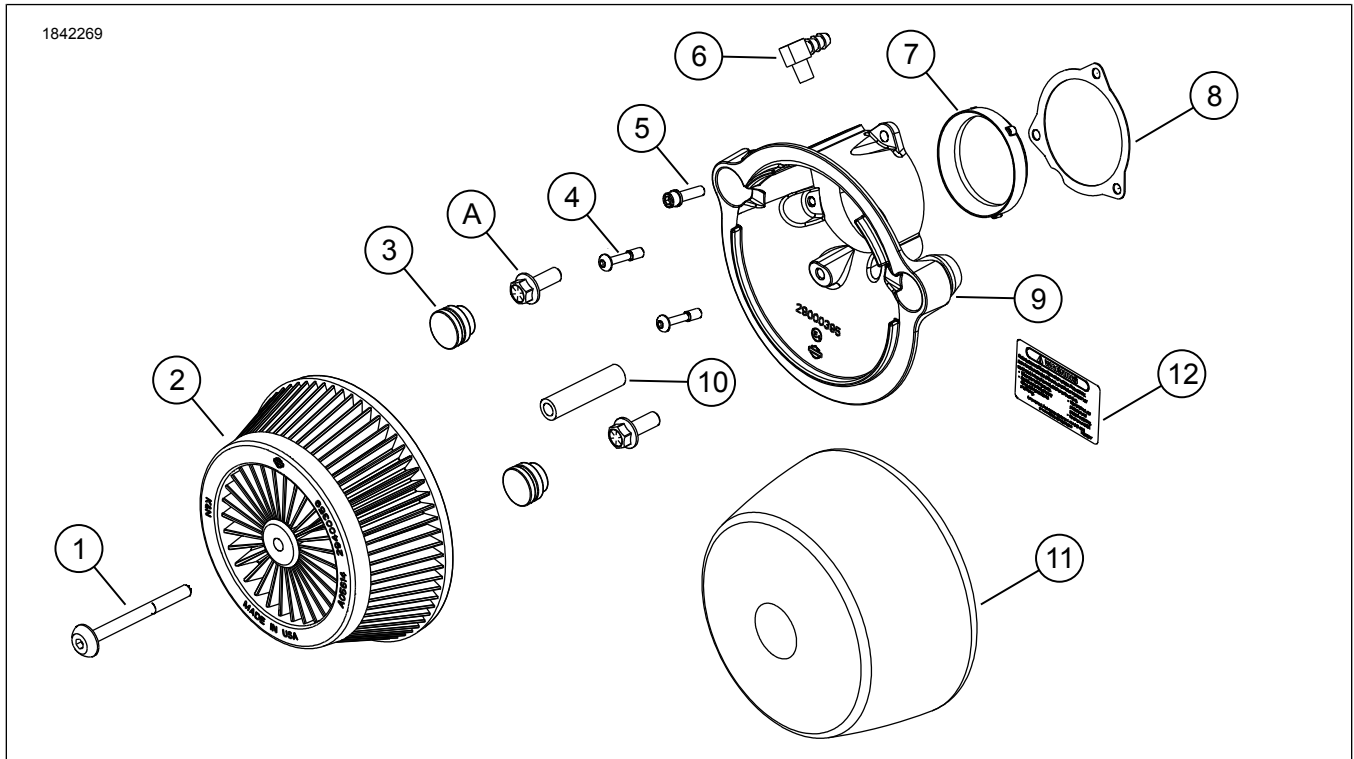

Figure 1. Contenu du kit : Filtre à air Screamin' Eagle à cercle extrême
1. Voir la Figure 1. Si vous utilisez OE un corps de papillon, insérez l'adaptateur du corps de papillon (7) dans la plaque arrière (9).
2. Installez le joint (8) sur la plaque arrière (9).
3. Installez le raccord de reniflard (6) sur la plaque arrière (9) de manière à ce qu'il s'aligne sur le OE tuyau du reniflard.
4. Fixez la plaque arrière (9) sur le corps de papillon.
- a. Installez les vis imperdables (4).
- b. Posez la vis à douille (5) de dans l'emplacement supérieur. Serrer.
- a. Voir la Figure 1. Installez l'élément du filtre à air (13) et le couvercle (14).
- b. Installez les vis (12). Serrer.